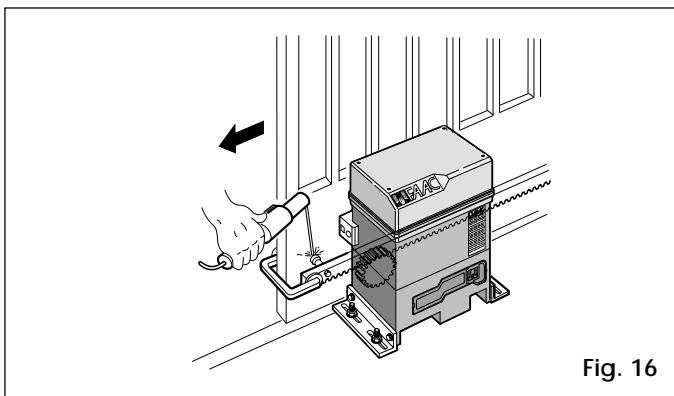

Fig. 16
- 3) Poser sur le pignon le premier élément de crémaillère en le mettant au même niveau et souder le rivet de fixation fileté sur le portail comme indiqué Fig. 16